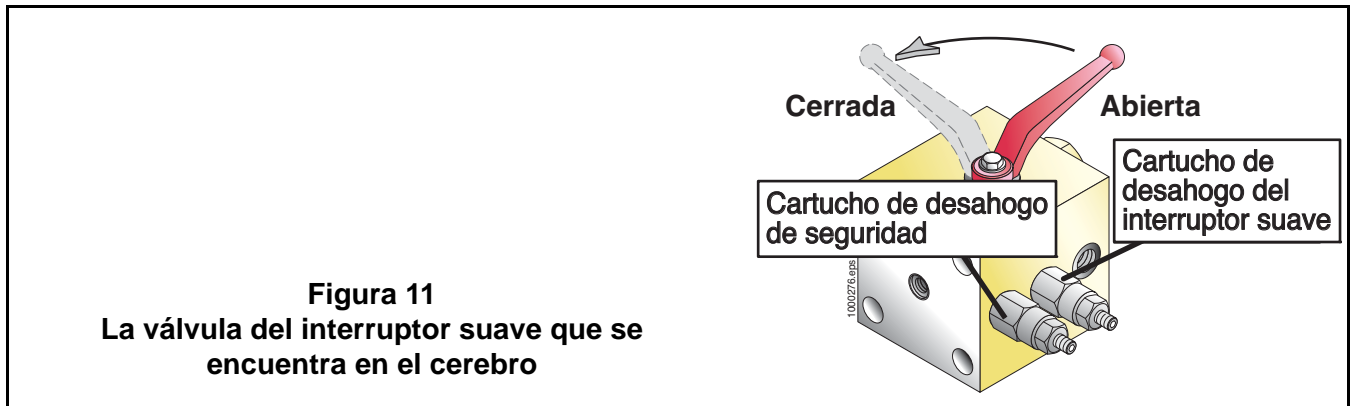

Figura 11
- Su bomba ha sido diseñada con un sistema de interruptor suave que reduce la presión del sistema principal durante el cambio de la Válvula Oscilante (Rock Valve). En caso de que se produzca una falla en el sistema de interruptor suave, es posible que se reduzca la presión de bombeo del sistema principal a la presión continua del sistema de interruptor suave (100 barías). En caso de emergencia, es posible desactivar el funcionamiento del interruptor suave girando 90° la válvula de cierre del interruptor suave (Figura 11).